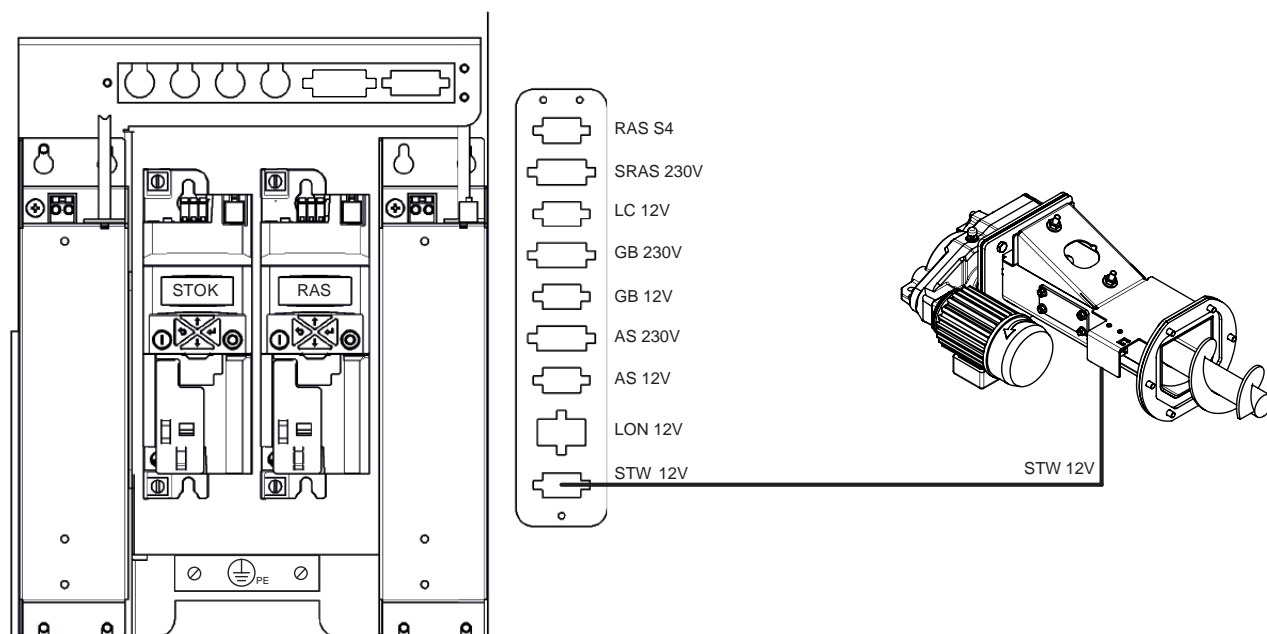

Fig. 108 Inserire il limitatore della temperatura di sicurezza STW 12V dalla coclea di dosaggio
- Inserire il limitatore della temperatura di sicurezza (STW 12V) – Fig. 108.